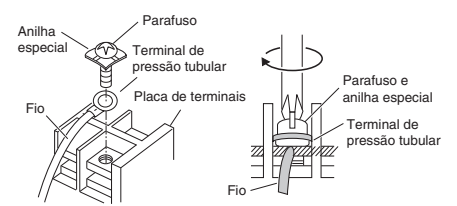

Fig. 4-6
- Coloque o terminal de pressão tubular, e recolque e aperte o parafuso de terminal retirado utilizando uma chave de fendas. (Fig. 4-6)